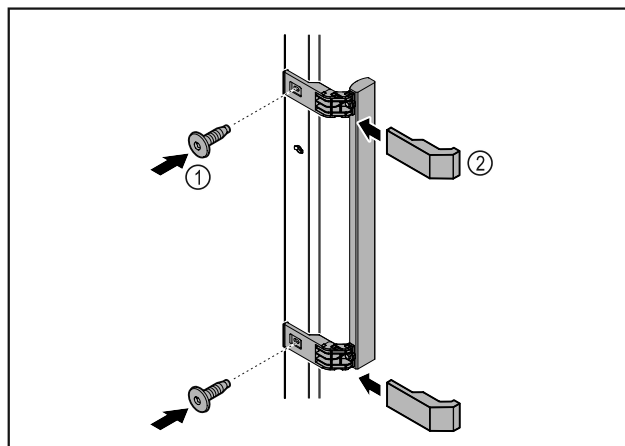

Fig. 3
- Ручку з комплекту додаткового обладнання з доданими гвинтами Fig. 3 (1) розмістити на дверях.
- Одягти кришку Fig. 3 (2).